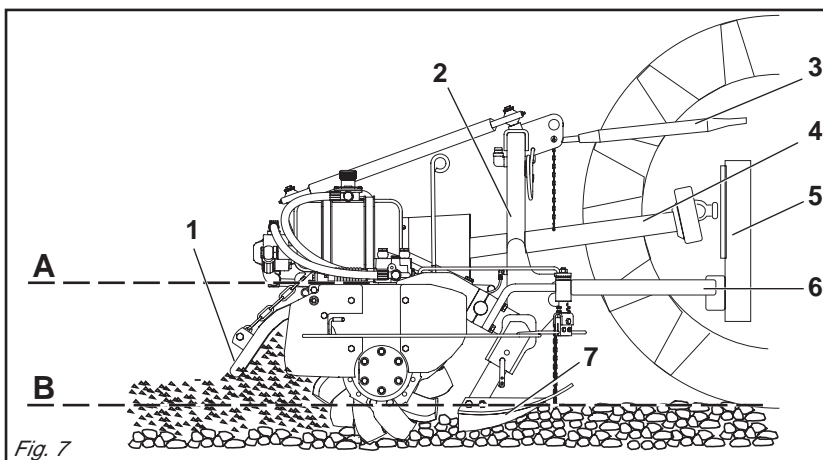

Fig. 7
- 4 - Collegare il terzo punto superiore ed effettuare una corretta regolazione con il tirante di regolazione (3 Fig. 7) verificando che il piano superiore della macchina (A Fig. 7) risulti parallelo al piano terra (B Fig. 7).
- 4 - *Connect the upper third-point and correctly regulate by means of the adjuster (3 Fig. 7), checking that the upper surface of the machine (A Fig. 7) is parallel to the ground (B Fig. 7). This is very important since it achieves parallelism between the*
- 4 - Den oberen Kupplungspunkt anschließen und den oberen Lenker (3 Abb. 7) korrekt einstellen.
- 4 - *Reliez le troisième point supérieur et réglez correctement à l'aide du tirant (3 Fig. 7).*
*Assurez-vous que le plan supérieur de la machine (A Fig. 7) soit pratiquement parallèle au terrain (B Fig. 7).*
- 4 - Conectar el tercer punto superior y efectuar una correcta regulación con el tirante de regulación (3 Fig. 7) controlando que el plano superior de la máquina (A Fig. 7) resulte paralelo al plano al nivel del suelo (B Fig. 7).
Sicherstellen, daß die obere Haubenkante der Maschine (A Abb. 7) parallel zum Boden (B Abb. 7) steht.